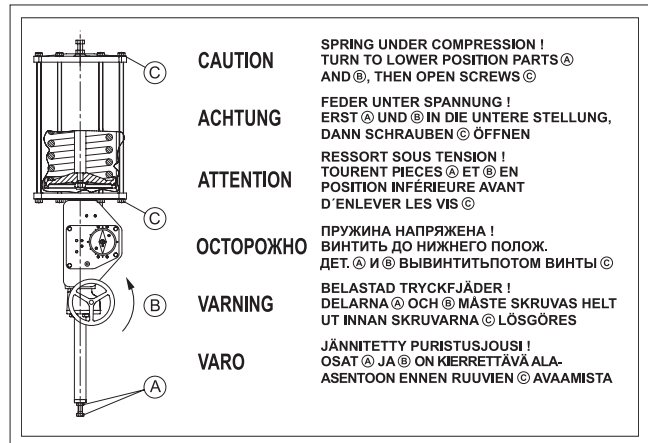

Fig. 28 Plaque d'avertissement de l'actionneur B1JARR
Une plaque d'avertissement (43) est fixée sur le cylindre. Lors de tout entretien de l'unité, vérifier que cette plaque est en place et lisible (cf. Figure 28). Vérifier également que le cylindre a aussi un autocollant en forme de flèche indiquant le sens de fonctionnement du ressort.